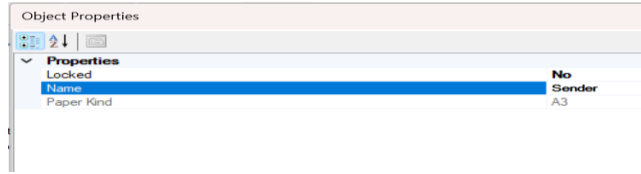

Imagen 358_Asignación de nombre a la aplicación Sender.
5.2.3 A este nuevo proyecto desde la ventana de “*Object Properties*” y le asignamos el nombre de “*Sender*” como se muestra en la **Imagen 358**.